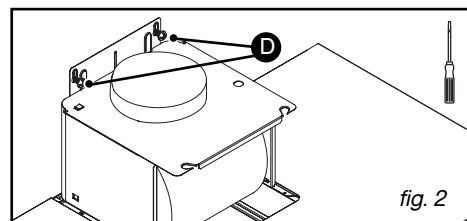

fig. 2
- Fastgør emhætten på de 2 skruer (D/fig. 2).
– Monter kontraventilen på motorens luftudtag (fig. 2). Kontraventilen forhindrer indsugningsluften i at komme udefra.